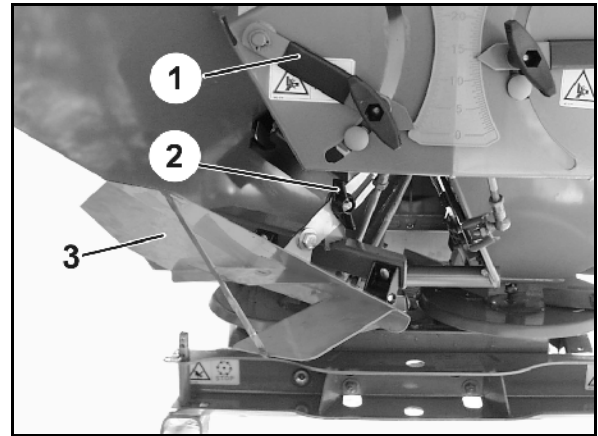

图 86
7. 在边界播撒时，在机器左侧的操纵杆（图 86/1）的滑门位置应摆回刻度盘（图 86/2）上的两个刻度。